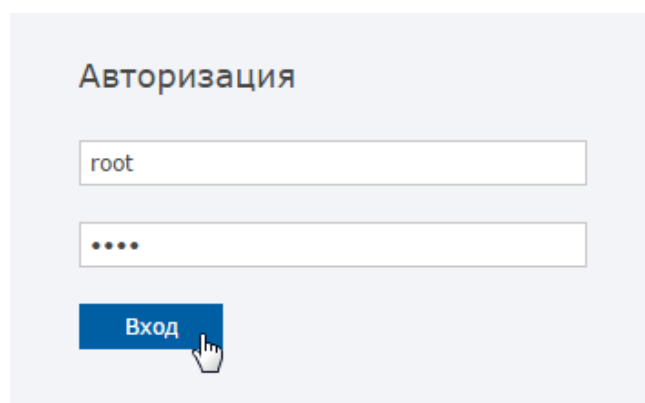

Рисунок 9.5 — Веб-интерфейс. Окно авторизации.
3. Введите данные авторизации и нажмите на кнопку **Вход** (рисунок 9.5).